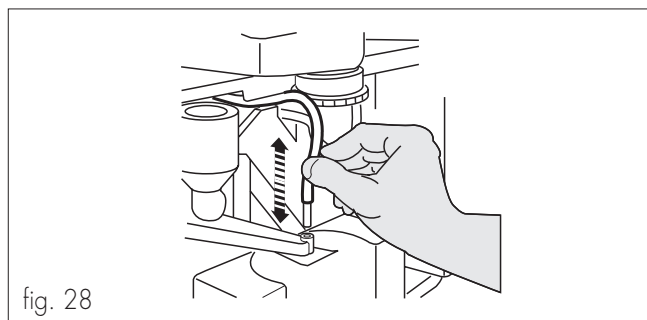

fig. 28
- Togliere la vasca raccogliacqua ed estrarre l'ugello del tubo di erogazione acqua calda dalla sua sede nell'erogatore bevande (fig. 28).
- Reinserire l'ugello del tubo acqua calda nella sua sede sull'erogatore bevande (fig. 28).